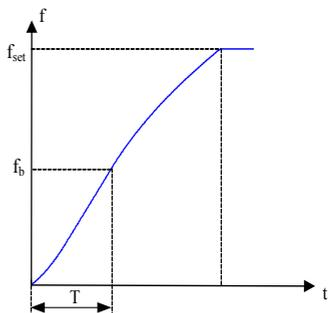

图 5-23 S 曲线加减速 B 示意图
- 2: S 曲线加减速 B——在此加减速曲线中, 电机额定频率  $f_b$  总是 S 曲线的拐点。如图 5-23 所示。一般用于在额定频率以上的高速区域, 需要短时加减速的场合。当设定频率在额定频率以上时, 加减速时间为:
功能码 F4-08 和 F4-09 分别定义了 S 曲线加减速 A 起始段和结束段的时间比例, 且两者满足:  $F4-08 + F4-09 \leq 100.0\%$ 。图 5-23 中  $t_1$  即为参数 F4-08 定义的参数, 在这段时间内输出频率变化的斜率逐渐增大。 $t_2$  即为参数 F4-09 定义的时间, 在此时间段内输出频率变化的斜率逐渐变化到 0。在  $t_1$  和  $t_2$  之间的时间内, 输出频率变化的斜率是固定的。